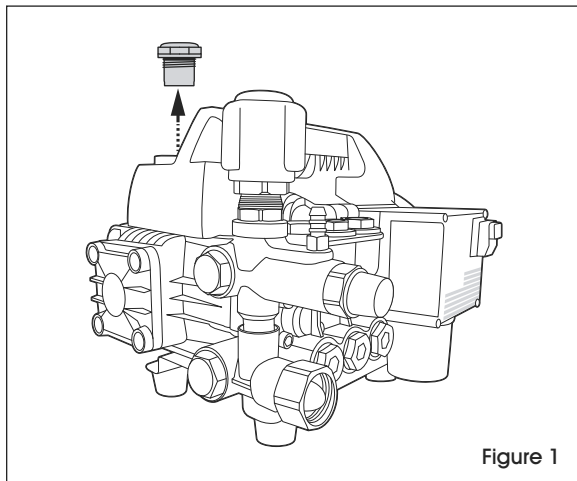

Figure 1
1. Remove red unvented shipping cap as shown. (See Figure 1)
1. Enlevez le bouchon d'expédition rouge comme indiqué. (Voir Figure 1)